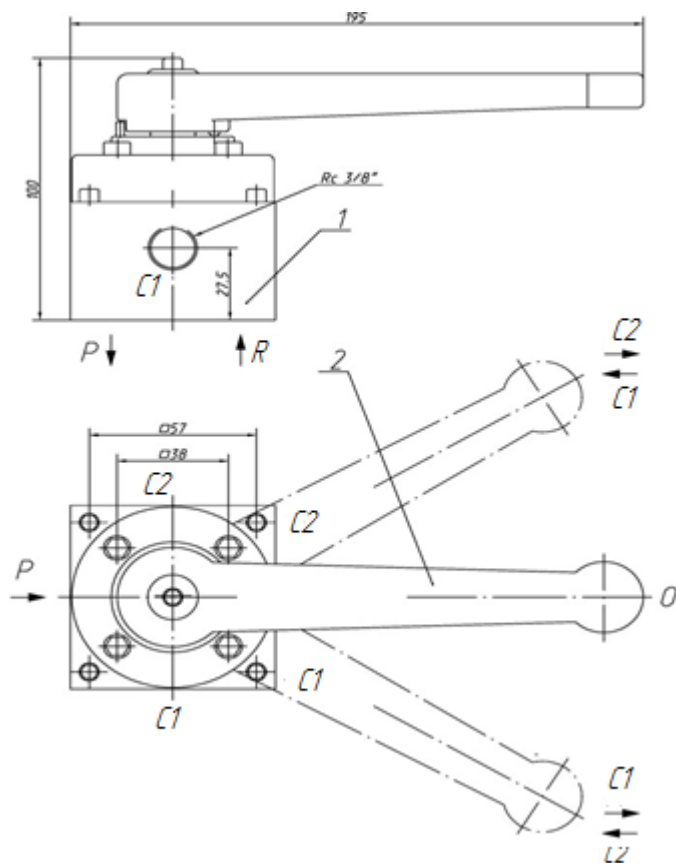

Рис. 3 Гидрораспределитель
5.5 Устройство гидрораспределителя (**рис.3**).